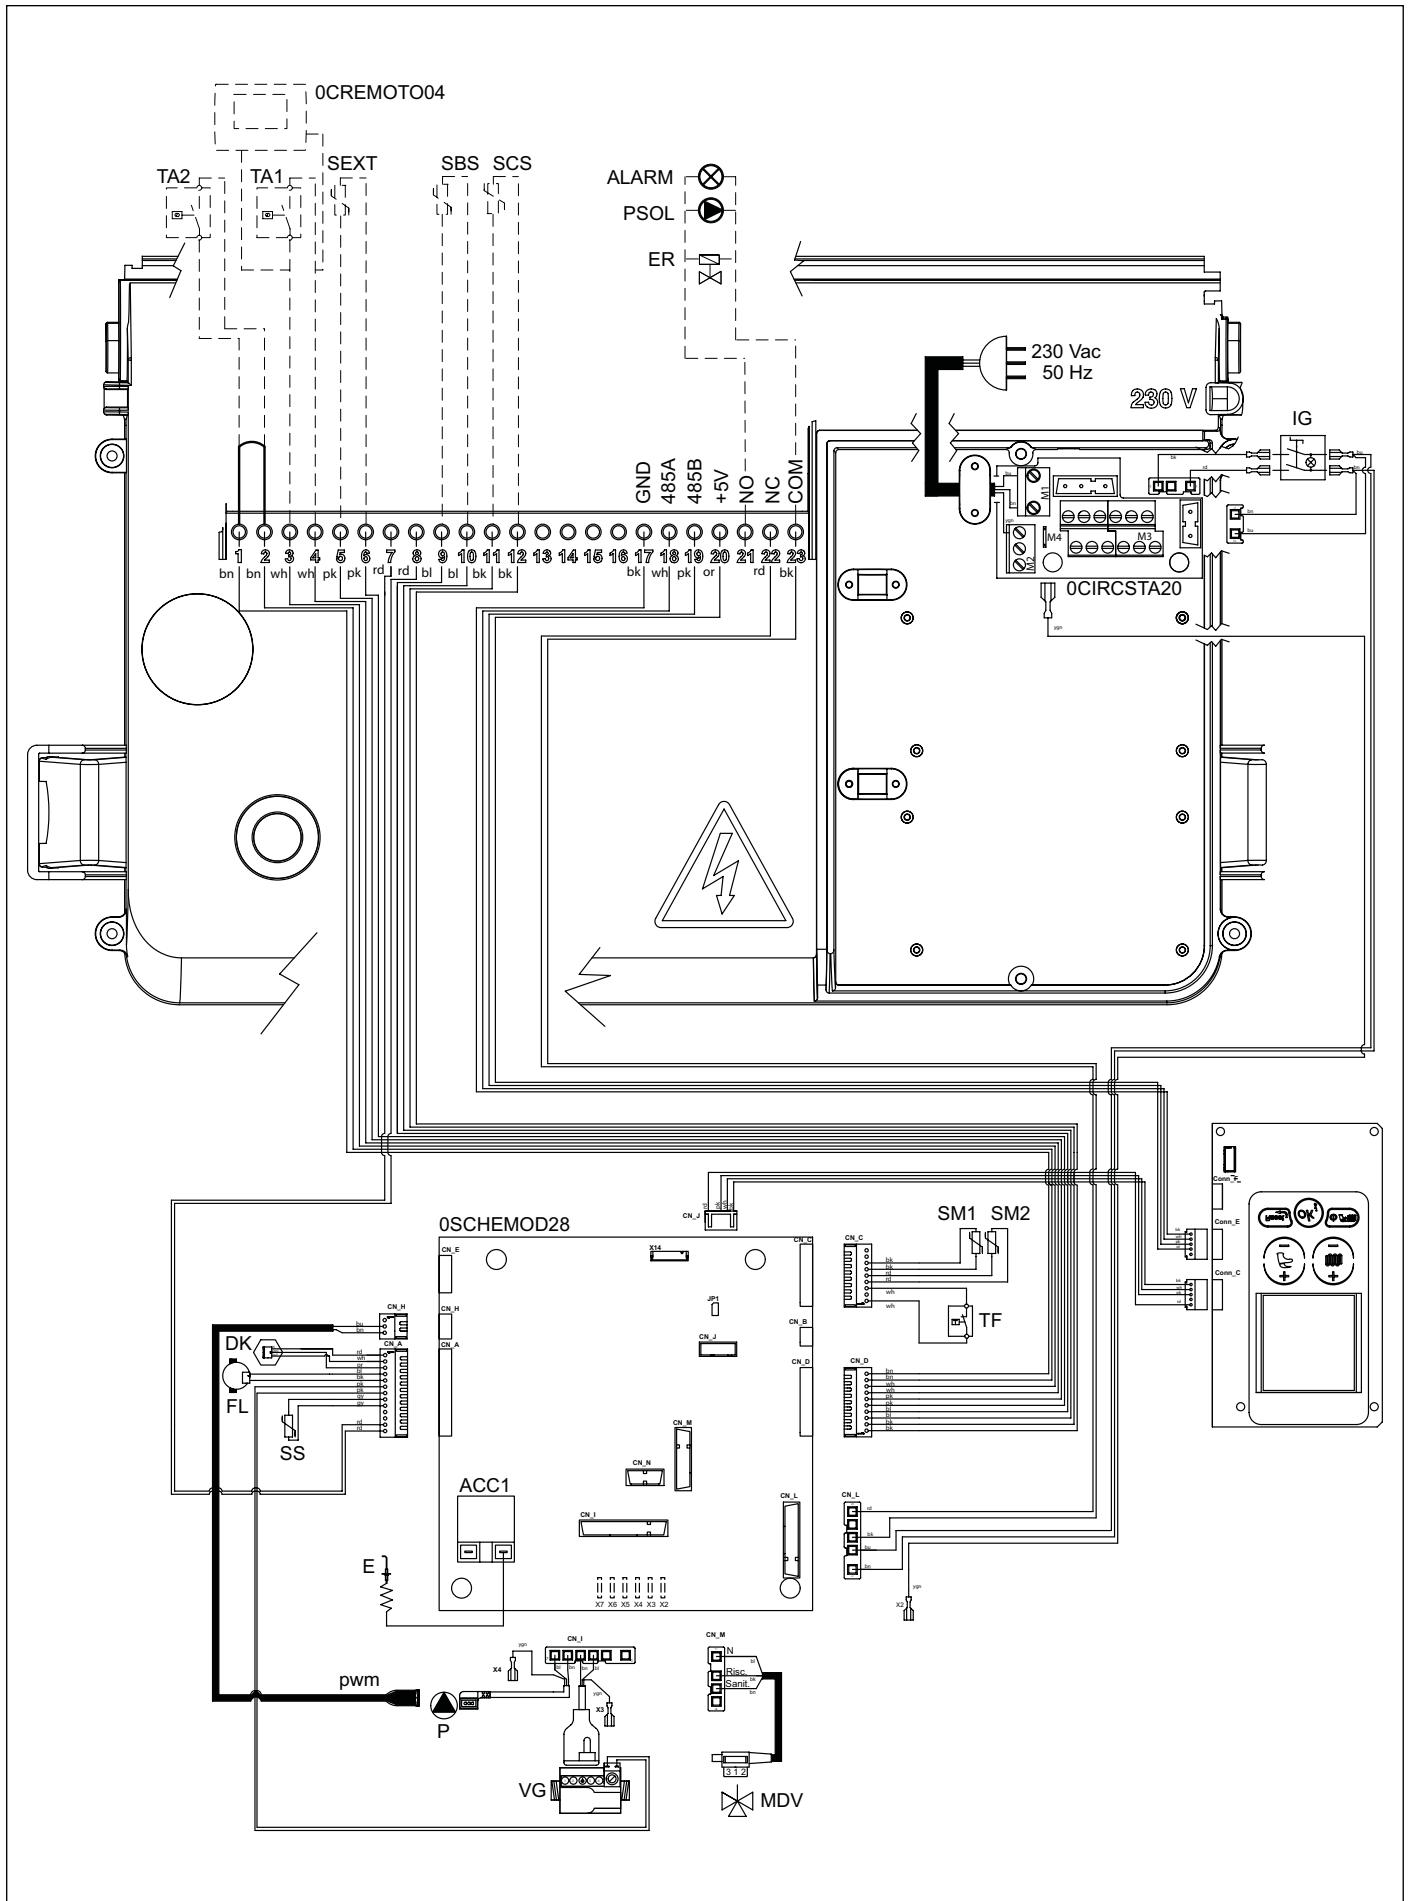

Abb. 5 Elektro- Schaltplan
- Optionales Zubehör nach Abs. "2.10 Elektro-Anschlussbelegung" (Abb.5 Elektro-Schaltplan) anschließen.